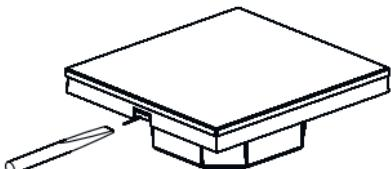

Рис.2. Снятие лицевой панели.
- 3.5. Отсоедините лицевую панель от корпуса, аккуратно поддав её плоской отверткой (Рис.2).